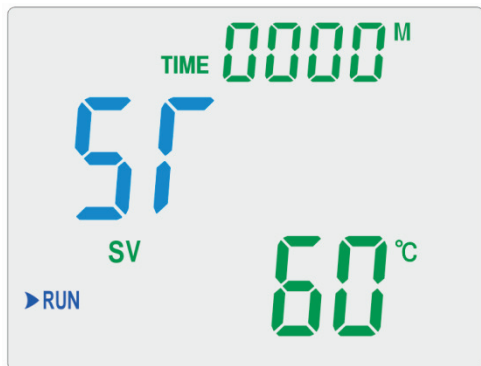

Рисунок 4
8.2.2. Снова нажать кнопку «НАСТР», регулятор перейдёт в режим установки таймера (Рисунок 4). При этом в средней строке дисплея отображается надпись «TG», а в верхней – текущее значение времени работы при заданной температуре. Чтобы его изменить использовать